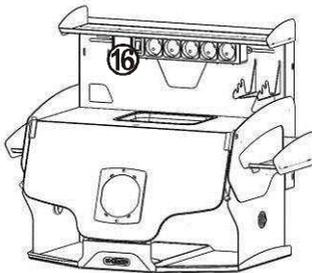

Рис.3
Электроблок на 5 розеток с заземлением ЭЛЕКТРОБЛОК 5.0 (16), рис.3.